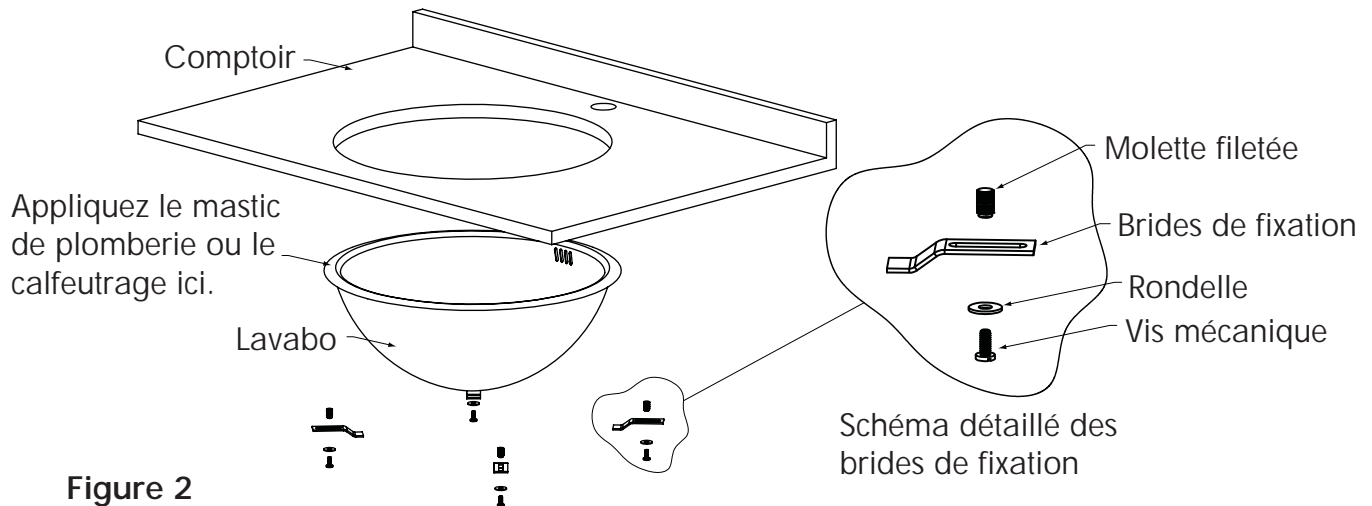

Figure 2
- o Reportez-vous à la figure 2, au schéma détaillé des brides de fixation. [Installation pour comptoirs de surface solide d'une épaisseur minimum de 1 po (25 mm). L'installateur doit fournir les ancrages pour les comptoirs plus minces.]
- o Pour l'installation sur une surface solide, percez des trous pour ancrages **d'un diamètre de 3/8 po (0,95 cm) et d'une profondeur de 1/2 po (1,27 cm)**. Appliquez une petite quantité de **résine époxyde** (non incluse) sur l'extrémité fermée de la **molette fileté (C)**. Insérez la molette fileté (extrémité fileté ouverte exposée).
- o Fixez les **brides de fixation (B)** pour tenir le **lavabo** en place.